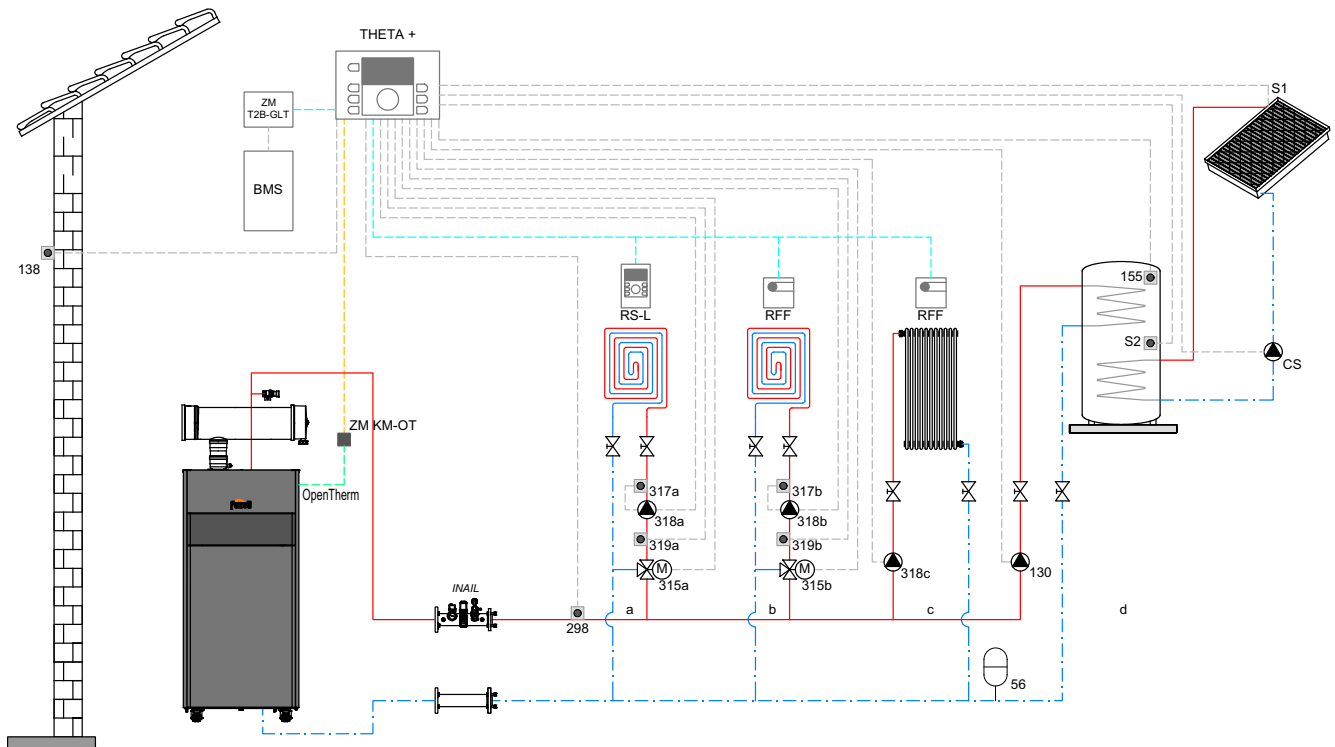

рис. 46
**Спецификация (рис. 46 и рис. 47)**